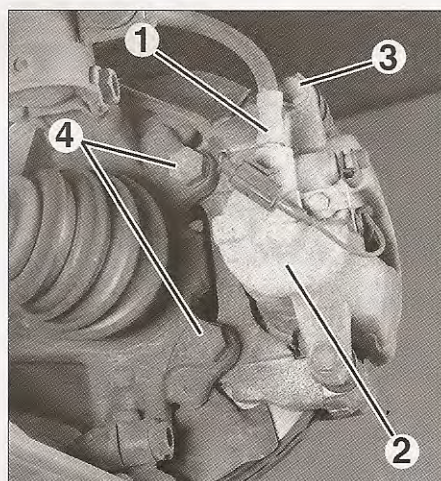

FIG. 6
- Desconectar el latiguillo de freno (1) de la pinza (2) (fig. 6).
- Desmontar los 2 tornillos de fijación (4) del soporte de pinza (fig. 6).